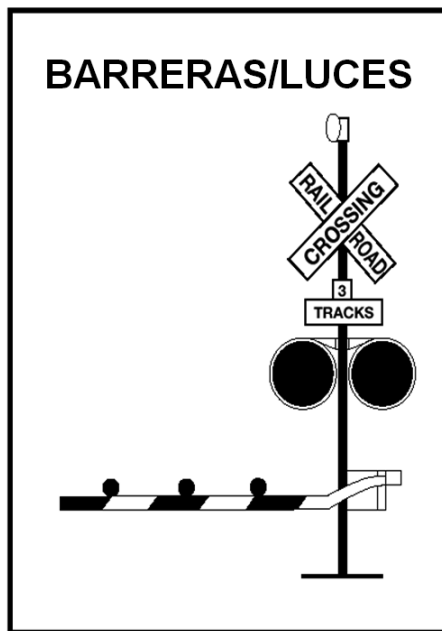

Figura 10.8
**Luces intermitentes rojas de señalización.** En muchos cruces, la señal de cruce de vías de ferrocarril cuenta con luces intermitentes rojas y campanas. Cuando las luces intermitentes se encienden, debe detenerse de inmediato, ya que significa que está por pasar el tren y debe darle el paso. Si hay más de un par de vías, asegúrese de que el tren no se aproxime por ninguna de ellas antes de cruzar. Ver la figura 10.8.
**Barreras.** Muchos cruces de vías de ferrocarril tienen barreras con luces rojas intermitentes y campanas. Deténgase cuando se enciendan las luces intermitentes y antes de que baje la barrera. No inicie la marcha hasta tanto haya subido la barrera y las luces intermitentes se hayan apagado. Cruce solo cuando sea seguro hacerlo. Si la barrera permanece abajo luego de que haya pasado el tren, no la esquite. Llame a la central. Ver la figura 10.8.